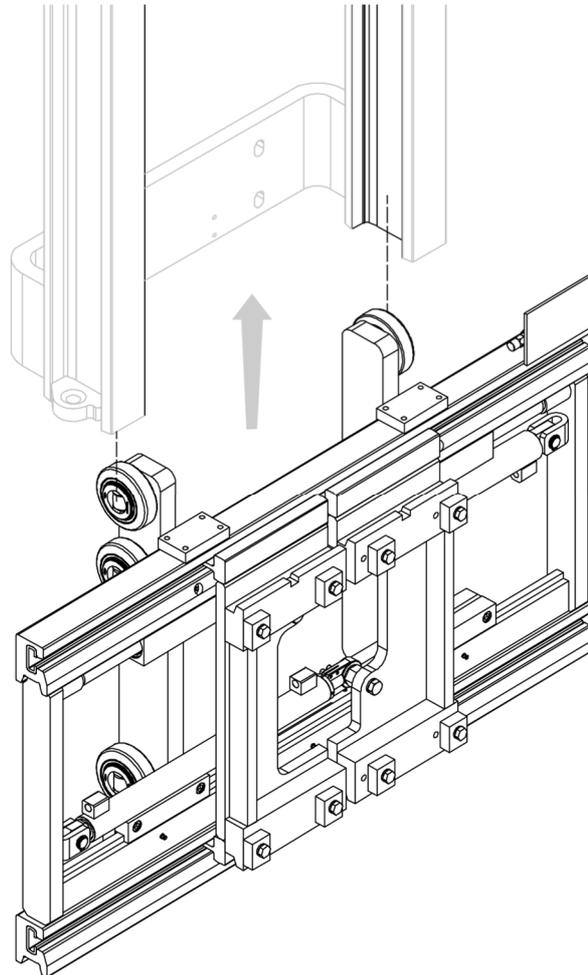

Figure 3
5. Installer l'équipement en enfilant les roulements dans les guides et en fixant les chaînes du montant dans les trous des supports à l'aide des fourches appropriées ou selon les modalités prévues par le fabricant du montant lui-même (voir *Figure 3*).